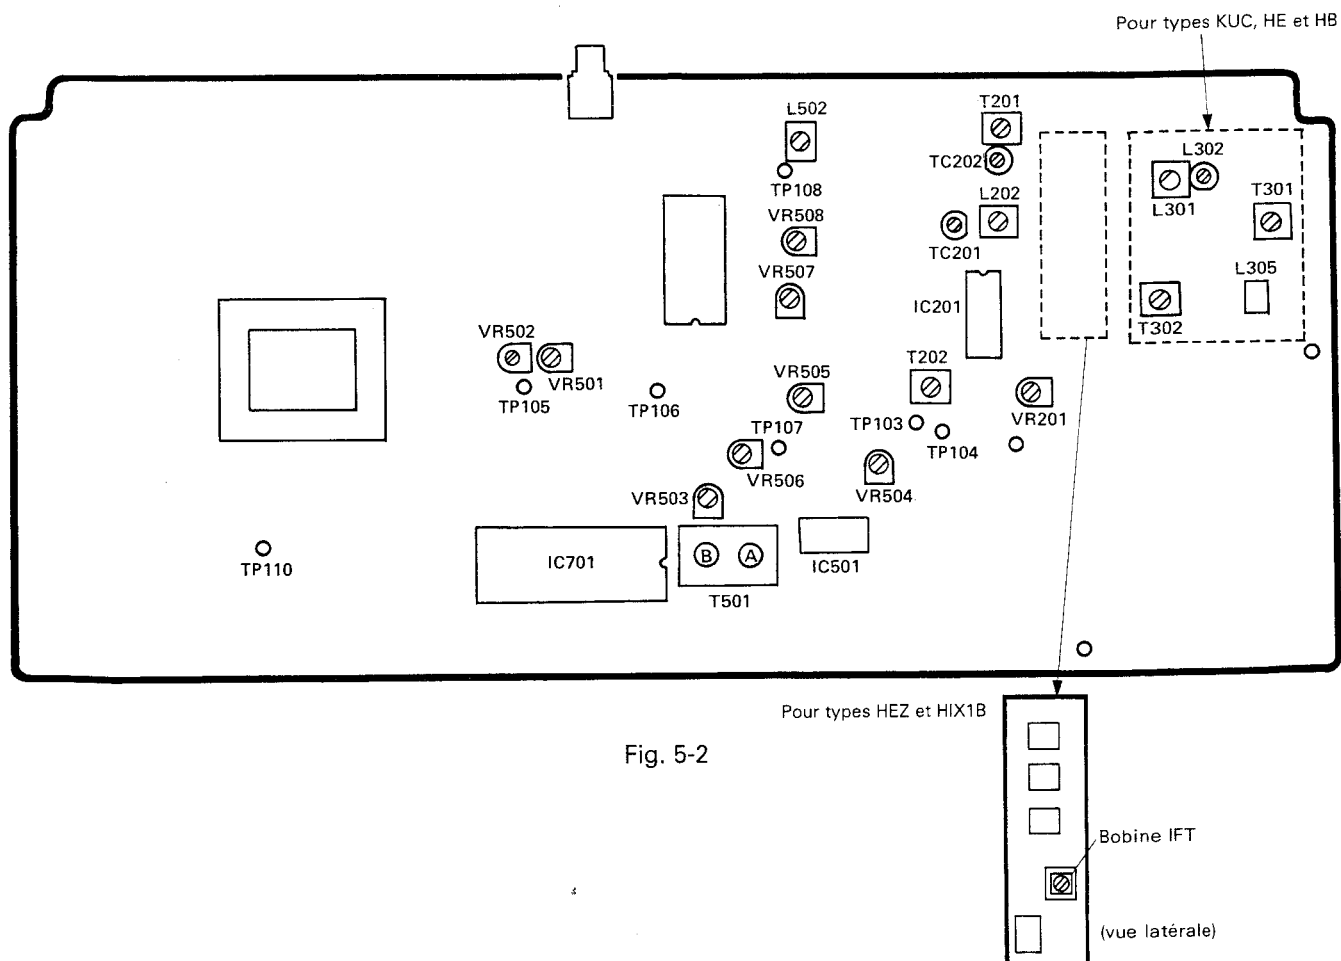

Fig. 5-2
- Con respecto a las conexiones y puntos de ajuste, consulte la Fig. 5-1 y Fig. 5-2.